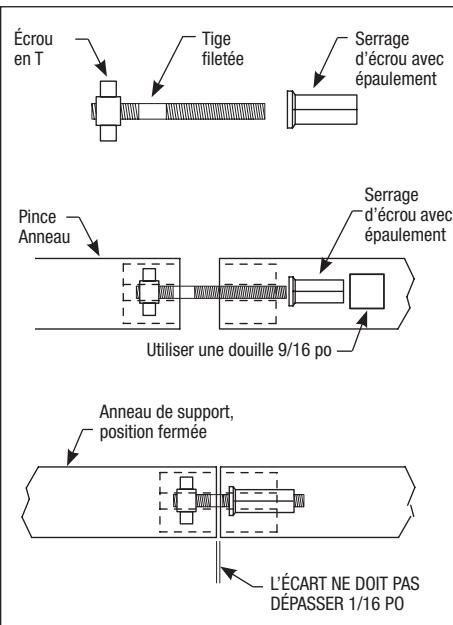

Figure 7. Ensemble d'anneau de support
4. Utiliser une douille de 9/16 po sur l'écrou de serrage jusqu'à ce que les moitiés de l'anneau de serrage se touchent ou soient à moins de 1/16 po, voir Fig. 7, mais ne pas trop serrer, car le serre-joint peut se briser. S'il est impossible de serrer comme indiqué, ne pas utiliser le filtre et appeler immédiatement un technicien de service.